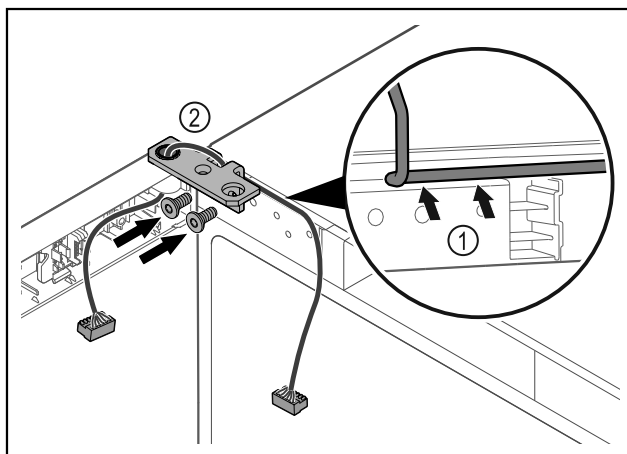

Fig. 45
- ▶ Ved'te kabel skrz vybrání úhelníku závěsu a opatrně jej položte Fig. 45 (1).
- ▶ Našroubujte úhelník závěsu Fig. 45 (2).